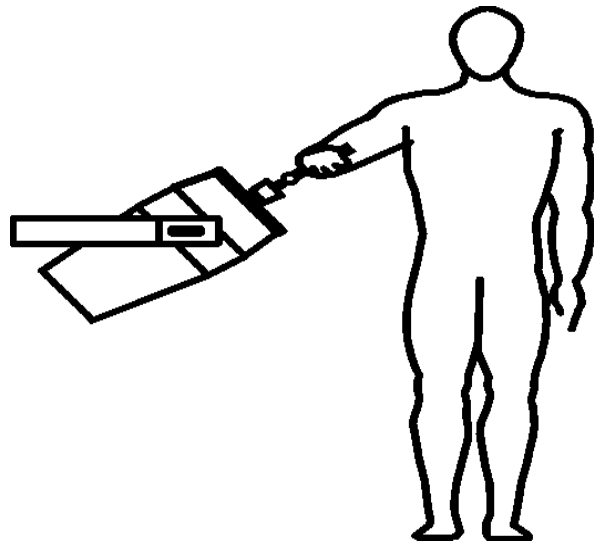

Figure 1
5. En ayant l'épaule à tester positionnée en abduction à 45 degrés et le coude en flexion à 90 degrés, ajustez la hauteur de la tête d'exercice de sorte que l'axe de l'arbre d'exercice soit aligné avec l'humérus comme illustré à la figure 1. Entrez la hauteur dans le champ NOTES. La hauteur doit être la même pour les tests de rotation interne et externe de l'épaule.
8. La position de test est comme suit : le sujet doit se tenir les pieds à plat sur le sol et écartés à la largeur des épaules ; les épaules doivent être à niveau, en adduction et en position neutre en ce qui a trait à la rotation ; l'épaule faisant l'objet du test doit être en abduction à 45 degrés ; le coude doit être fléchi à 90 degrés ; l'avant-bras doit être en position neutre ; le poignet doit être en position neutre (0 à 15 degrés d'extension) avec une certaine déviation radiale ; et la main doit être placée au centre de la poignée. Cette position doit être maintenue tout au long du test (figure 1).